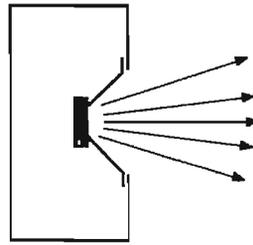
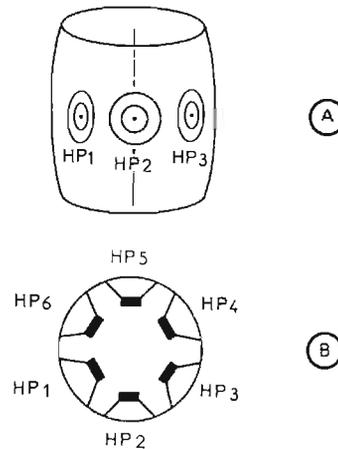

Fig. 8
Fig. 9
Si le HP est complètement enfermé dans une enceinte, les sons se propageront le mieux vers l'avant (Fig. 8). Pour réaliser une enceinte omnidirectionnelle, on pourra monter plusieurs haut-parleurs dans une enceinte prismatique ou cylindrique ou en forme de tonneau comme le montre la figure 9. En (A) le « tonneau » vu de l'avant avec les HP 1, HP 2 et HP 3 (les trois autres se trouvant vers l'arrière); en (B) le « tonneau » vu de haut. Il sera fermé partout sauf aux ouvertures de six haut-parleurs.